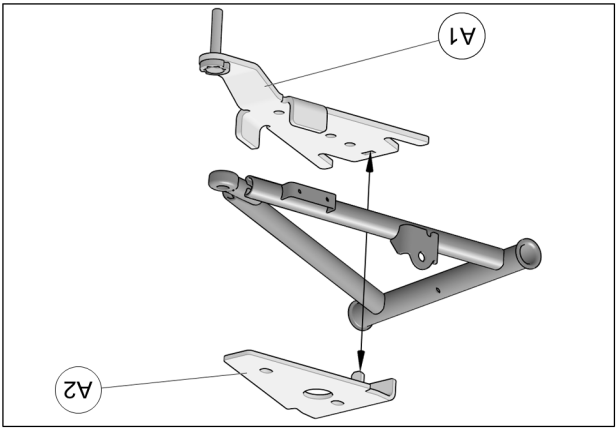

Fig. 16
5. Positionner la partie inférieure de l'ancrage anti-rotation (A1) sous le bras de suspension inférieur. Positionner la partie supérieure (A2) au-dessus du bras de suspension et insérer le tenon de la partie pliée dans l'ouverture de la partie inférieure. Voir la Fig. 16